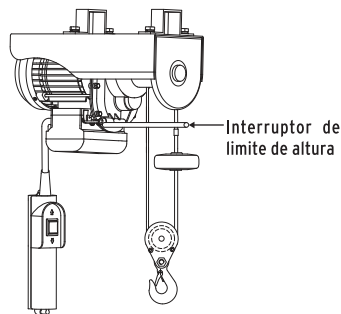

FIG.11
7. El polipasto cuenta con interruptor de limite de altura (FIG.11), el cual no permite que el gancho se enrede en el carrete y pueda dañar a el polipasto, es recomendable que no suba totalmente la carga ya que esta puede golpear algún componente del polipasto.